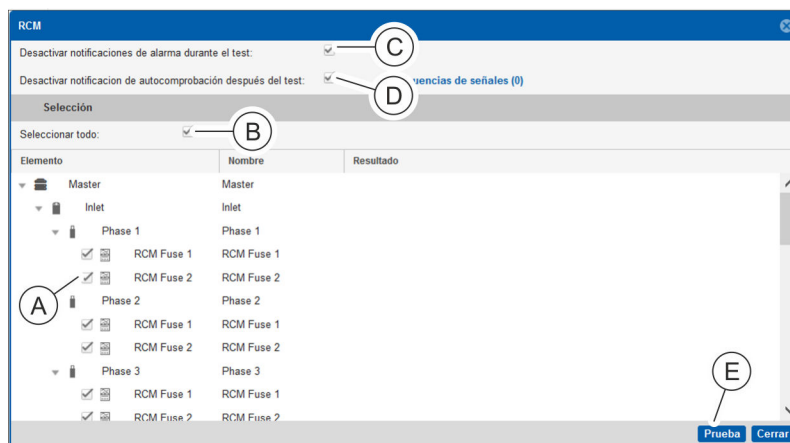

Fig. 108: Ventana "RCM"
3. ▶ Seleccione cada uno de los RCM que haya que comprobar (Fig. 108/A).
Como alternativa, seleccione todos los RCM disponibles para la comprobación con la casilla de verificación "Seleccionar todo" (Fig. 108/B).
4. ▶ En caso necesario, anule la selección de la casilla de verificación "Desactivar notificaciones de alarma durante el test" (Fig. 108/C) para activar la emisión de secuencias de señales durante la prueba.
5. ▶ En caso necesario, anule la selección de la casilla de verificación "Desactivar notificación de autocomprobación después del test" (Fig. 108/D) para activar la emisión de secuencia de señales durante la prueba.
6. ▶ En la ventana "RCM", haga clic en el botón "Prueba" (Fig. 108/E).